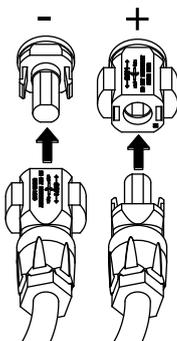

Fig. 31 : raccordement du string PV
6. Brancher les connecteurs mâles et femelles des câbles DC sur l'onduleur.  **Fig. 31**